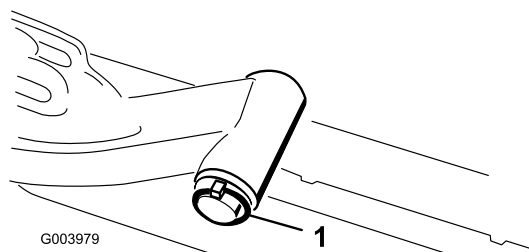

Figura 10
- A. Togliete l'acciarino e la rondella che fissano l'albero di articolazione al braccio di sollevamento, ed estraete l'albero dal braccio di sollevamento (Figura 10).
- C. Inserite l'albero del braccio di sollevamento nel braccio di sollevamento, e fissatelo con la rondella e l'acciarino (Figura 10).